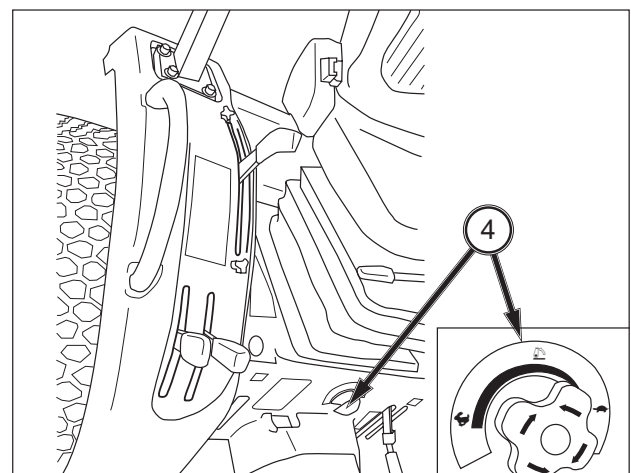

**ABB. 99**
**Bei Arbeitsbeginn** – Stellen Sie Traktor und Anbaugerät auf dem Feld hintereinander auf und drücken Sie den Positionswahlhebel (1) dann nach vorn (in Richtung DOWN). Die Höhe des Anbaugeräts mithilfe des Positionswahlhebels einstellen und den Hebelanschlag (2) bzw. (3) wie gewünscht einstellen.
**Bei Kurvenfahrten** – Den Positionswahlhebel (1) nach hinten (in die AUFWÄRTSSTELLUNG) bewegen, um das Anbaugerät anzuheben. Den Hebel nach der Kurvenfahrt wieder in die mit dem unteren Anschlag eingestellte Position bringen, um die Arbeit fortzusetzen.
**Beim Beenden der Arbeit und zum Transport** – Den Positionswahlhebel (1) im Steuerkasten ganz nach hinten ziehen.
**ABB. 99:** Die Absenkgeschwindigkeit kann bei Bedarf mit dem Kontrollgriff für die Absenkgeschwindigkeit (4) eingestellt werden. Wenn Sie den Griff ganz in Uhrzeigerichtung drehen, senkt sich das Hubwerk nicht.